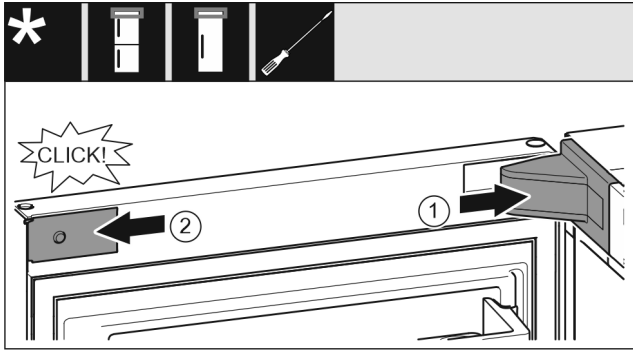

Fig. 22
- ▶ Stavite pokrov podloška ležaja Fig. 22 (1) i pustite ga da se uglati, po potrebi ga oprezno razdvojite.
- ▶ Postavite masku Fig. 22 (2) bočno i uglatite je.